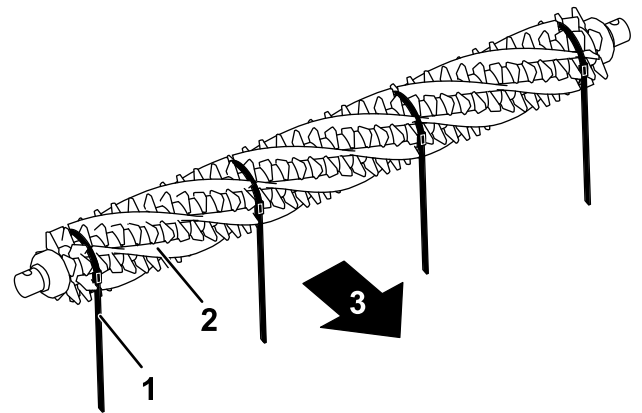

图16
3. 从疏草刀滚刀的一侧，将刷子滑入整个疏草刀滚刀上的每条凹槽（图16）。
重要事项： 箍带必须以主要旋转方向，绕着疏草刀刀片和刷子组件缠绕。图16 中所示为用于正向旋转安装的箍带。